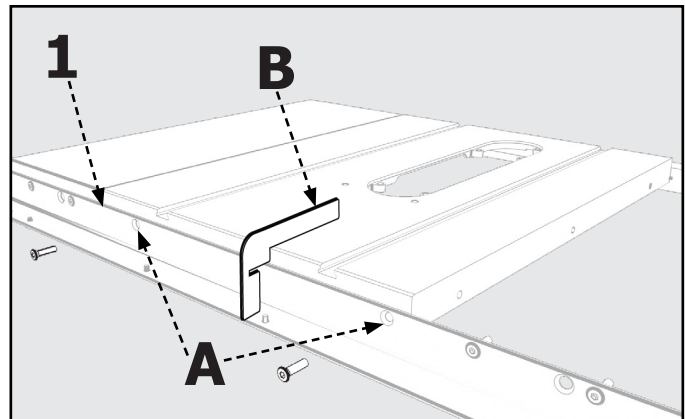

FIGURA 3
1. Con el borde izquierdo del carril guía delantero (1) colocado cerca del brazo de extensión izquierdo, alinee ambos orificios de la mesa con ambos orificios del carril guía delantero, como se indica en la ubicación "A" de la **Figura 3**.